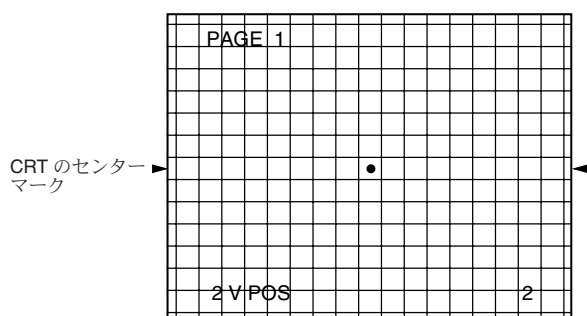

Fig.1-2
- ・治具リモコンの音量キーにて、クロスハッチ画面中心のドットマークが縦方向真中に位置するように調整する。Fig. 1-2